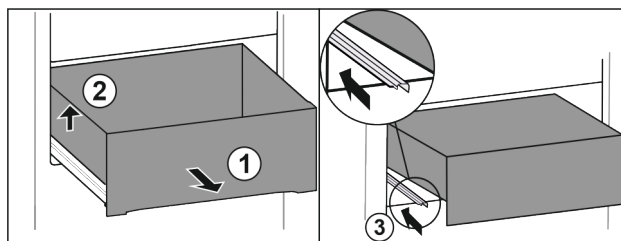

Fig. 68
- ▶ Vytáhněte zásuvku až na doraz. Fig. 68 (1)
- ▶ Nadzvedněte zásuvku vlevo. Fig. 68 (2)
- ▶ Zasuňte levou kolejničku. Fig. 68 (3)